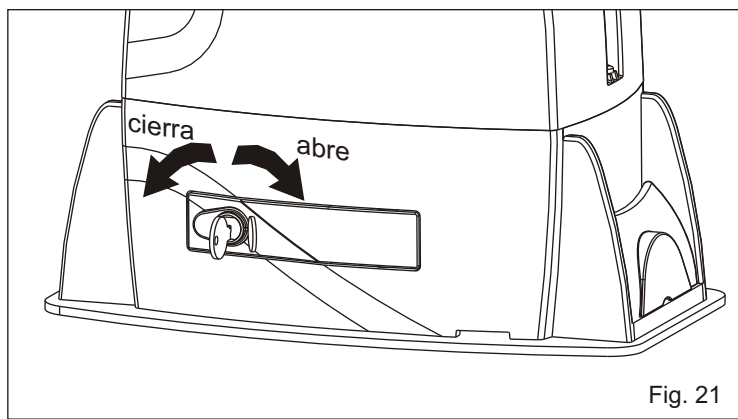

Fig. 21
- Abir el cubre cerradura, insertar la llave y rotarla en en sentido horario de 90° (Fig. 21).